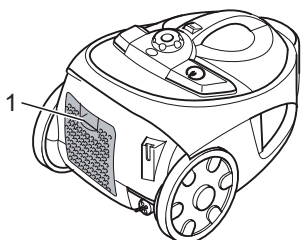

Abb. 26
2. Drücken Sie die Verriegelung (Abb. 26/1) zum Öffnen der Ausblasfilter-Abdeckung nach unten und entnehmen Sie die Abdeckung.